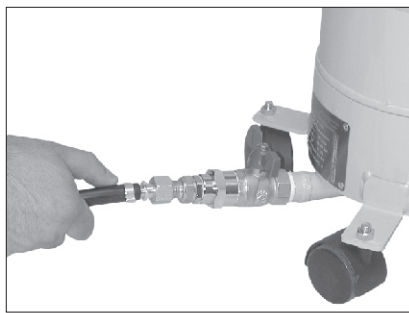
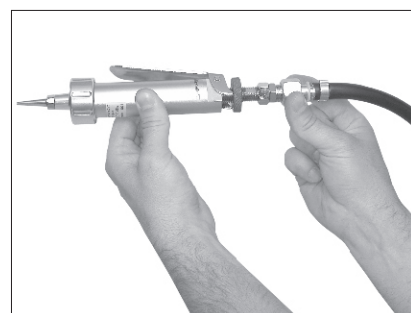

Fig. 32
Fig. 33
- Brancher le tuyau produit sortie basse du pot (Fig. 32), puis sur l'alimentation produit du pistolet colle (Fig. 33).